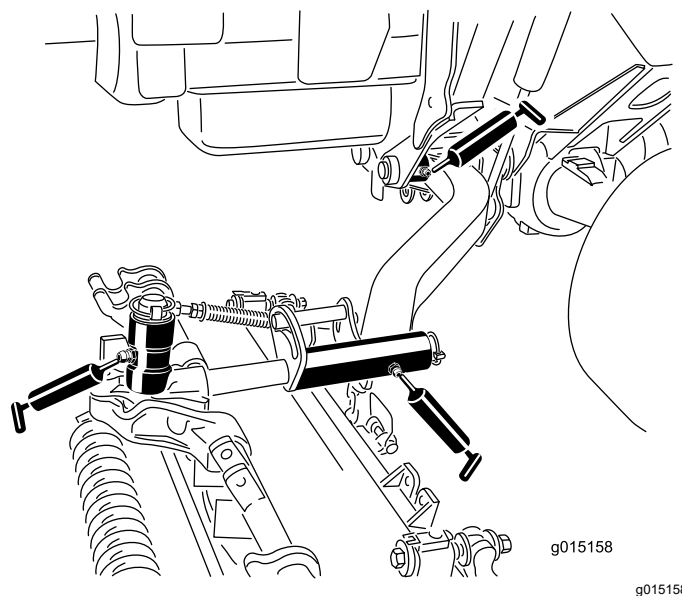

図 47
- 昇降アームのピボットブッシュカッティングユニット 1 台に 1ヶ所 図 47
- カッティングユニットのキャリアフレームカッティングユニット 1 台に 2ヶ所 図 47
- 昇降アームのピボットカッティングユニット 1 台に 1ヶ所 図 47